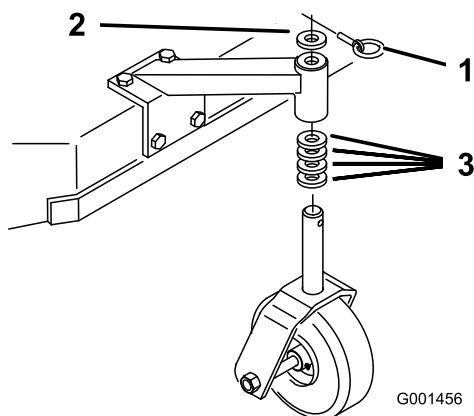

Figura 17
1. Servendovi della tabella dell'altezza di taglio per trovare le corrispondenze, regolate i distanziali delle ruote orientabili in base al foro scelto per il ponte (Figura 17).
2. Staccate il perno di bloccaggio, estraete la ruota orientabile dal supporto e cambiate i distanziali (Figura 17).
3. Montate la ruota orientabile nel supporto e inserite il perno di bloccaggio (Figura 17).